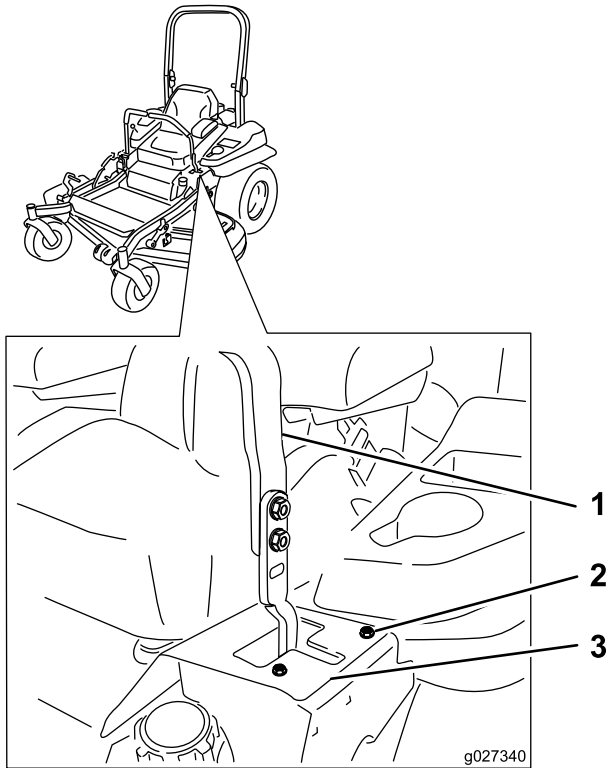

Figura 67
6. Si la máquina se desvía hacia la derecha, afloje los pernos y ajuste la chapa del tope izquierdo hacia atrás en la ranura en T de la izquierda hasta que la máquina avance en línea recta (Figura 67).
7. Si la máquina se desvía hacia la izquierda, afloje los pernos y ajuste la chapa del tope derecho hacia atrás en la ranura en T de la derecha hasta que la máquina avance en línea recta (Figura 67).
8. Apriete la chapa del tope (Figura 67).